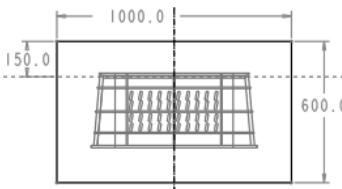

图 16.5 截面草图
(1) 选择命令。单击 **模具** 功能选项卡 **形状** ▾ 区域中的 按钮。
(2) 创建实体拉伸特征。
① 选取拉伸类型。在出现的操控板中，确认“实体”类型按钮 被按下。
② 定义草绘截面放置属性。在绘图区中右击，从快捷菜单中选择 **定义内部草绘...** 命令。系统弹出“草绘”对话框，然后选择 MOLD_FRONT 基准平面作为草绘平面，接受系统默认的箭头方向为草绘视图方向，然后选取 MOLD_RIGHT 基准平面为参考平面，方位为 **右**，单击 **草绘** 按钮，至此系统进入截面草绘环境。
③ 进入截面草绘环境后，选取 MOLD_RIGHT 基准平面和 MAIN_PARTING_PLN 基准平面为草绘参考，然后绘制图 16.5 所示的截面草图。完成特征截面的绘制后，单击“草绘”操控板中的“确定”按钮 。
④ 选取深度类型并输入深度值。在操控板中选取深度类型 (即“对称”), 再在深度文本框中输入深度值 800.0，并按 Enter 键。
⑤ 完成特征。在“拉伸”操控板中单击 按钮，完成特征的创建。